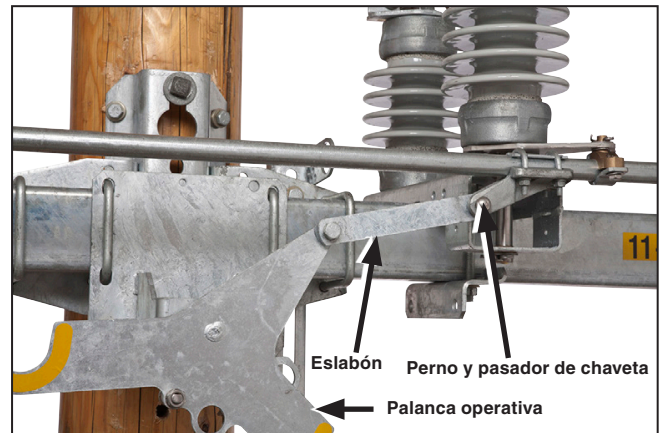

Figura 3. Instale el perno y pasador de chaveta para conectar el eslabón.
**PASO 2.** Mientras el interruptor está en la posición de **Abierto** parcial, utilice el perno y el pasador de chaveta que se proporcionan para conectar la palanca operativa y el eslabón, tal y como se muestra en la Figura 3.